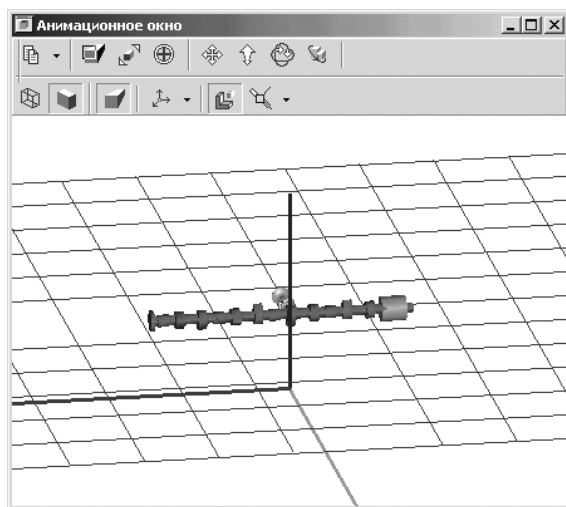

Рис. 1.117. Пример изображения выбранного объекта с указанными параметрами настройки
- щелкните в диалоговом окне **Параметры анимационного окна** по кнопке  – **Закрыть**. Появится изображение выбранного объекта с указанными параметрами настройки, см. рис. 1.117.